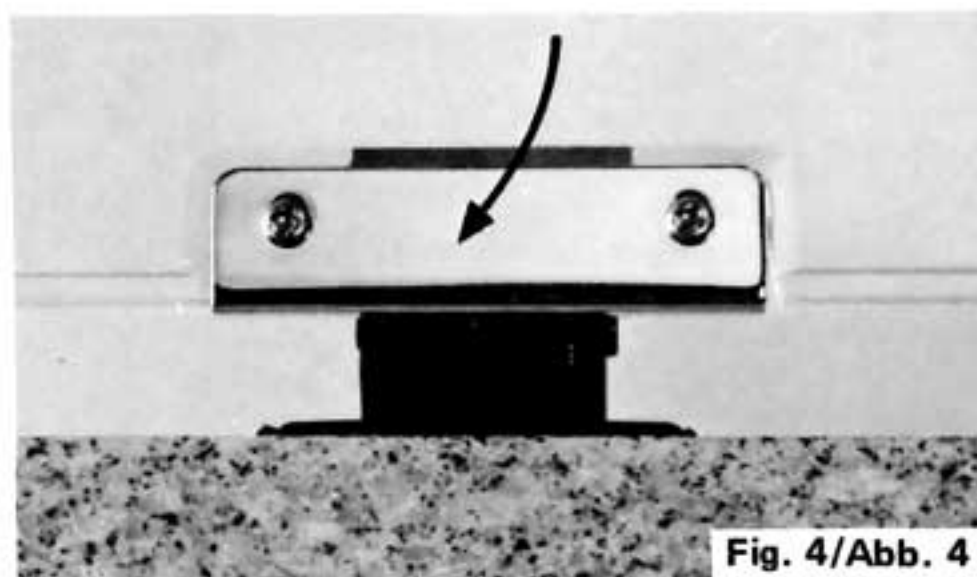

Fig. 4/Abb. 4
1. Insert the dust cover hinge into the motor board hinge in the direction of arrow shown in Fig. 4.
1. Setzen Sie die Andeckhaube in das Scharnier an der Rückseite des Laufwerkes. Beachten Sie beim Einsetzen die in Abb. 4 dargestellte Pfeilrichtung.
1. Montez la charnière du couvercle anti-poussière sur la platine dans le sens de la flèche comme indiqué à la Fig. 4.